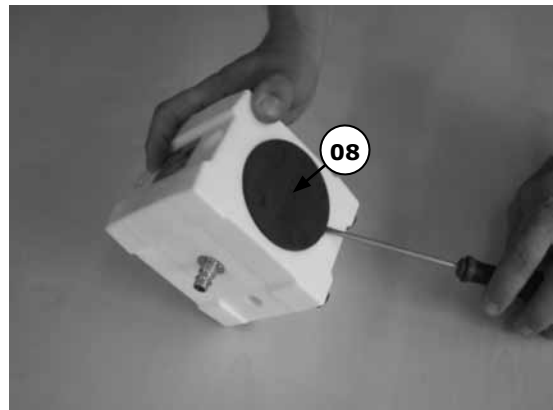

Abbildung 6
Entfernen Sie die Abdeckungen (08) des Seitengehäuses (02-03), indem Sie vorsichtig einen Schraubendreher in die Öffnung schieben (siehe Abbildung 6).